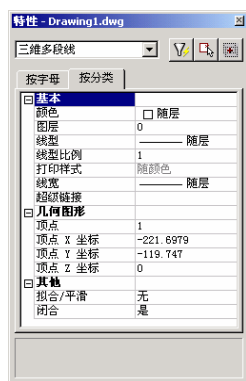

图 4-1 三维多段线的特性
(1) 如果选择三维多段线对象，“特性”窗口将显示如图 4-1 所示内容。